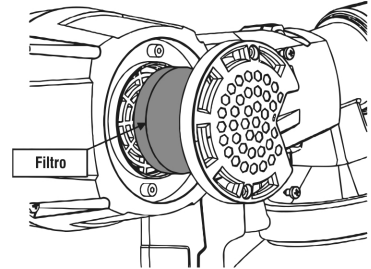

Fig. 10 – Filtro
- El usuario debe, frecuentemente, verificar las condiciones del filtro que se encuentra en la parte de adelante de la pistola de pintura. Una buena condición del filtro influencia directamente el rendimiento del equipo. Para sustituirlo basta retirar la tapa del filtro como se muestra en la Fig. 10. Instale un